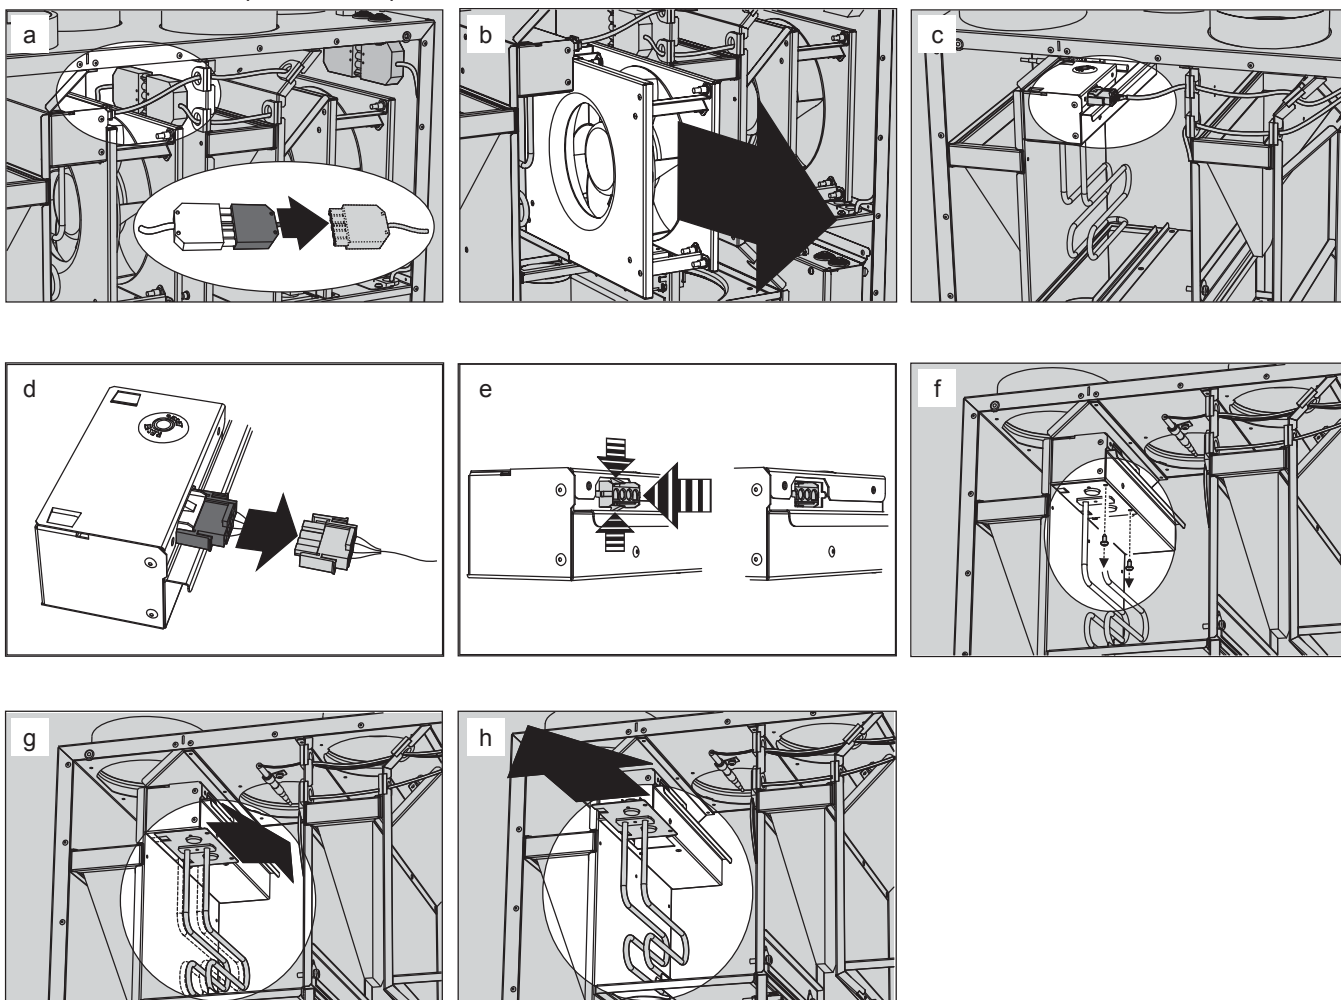

Рис. 9
- при необходимости извлеките электронагреватель как показано на рис. 9;
Извлеките электронагреватель как показано на рис. 9.